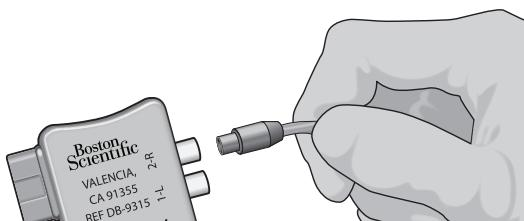

Figure 9 : Connexion du câble de salle d'opération 1x8 au stimulateur d'essai externe 2 et à l'adaptateur de SEE
4. Connectez le câble de salle d'opération avec rallonge à la prise de l'adaptateur de SEE portant l'étiquette « 1-L » (Figure 9). Si deux sondes DBS sont utilisées, connectez la sonde DBS gauche à la prise « 1-L » et la sonde DBS droite à la prise « 2-R ».